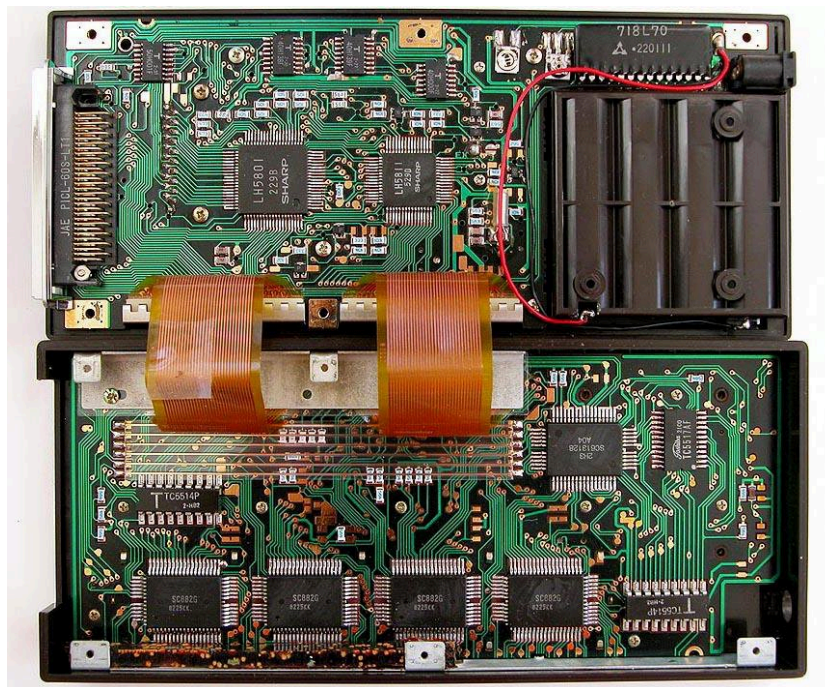
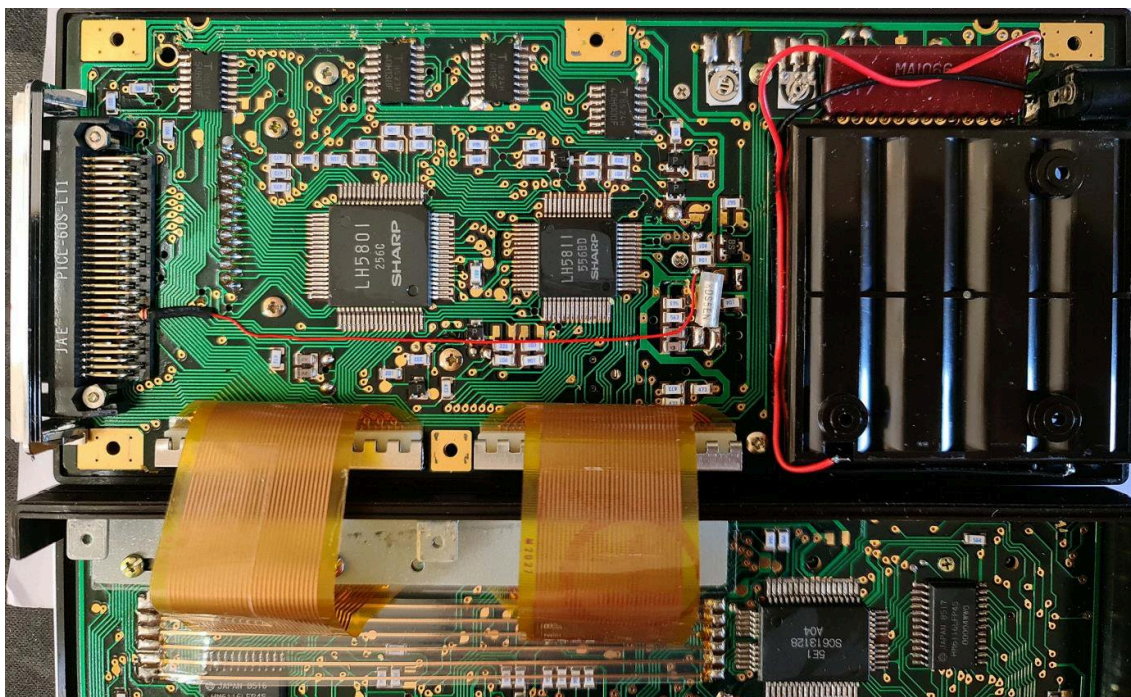

Fig. 1 Intérieur d'un PC-1500A
Fig. 2 Connexion à PB0 réalisée (fil rouge fin)
2. Séparez avec précaution les deux moitiés du boîtier. Vous verrez la carte représentée sur la fig. 1. Avec un fil fin, reliez le contact du connecteur latéral de 60 broches (broche 9, voir la photo) à la pastille du circuit imprimé située à côté du circuit LH5811 (ou LH5810), comme le montrent les fig. 2 et 3. Par sécurité, il est préférable d'ajouter une résistance série de 1 kΩ. La broche 9 du connecteur latéral est maintenant reliée à la broche **PB0** du LH5811. *Nota bene : j'ai entendu dire que certains PC-1500(A) ont déjà cette connexion d'usine (selon le Technical Reference Manual, cela dépend de la date de fabrication). Je possède une dizaine de PC-1500 et PC-1500A, mais aucun ne l'a.*